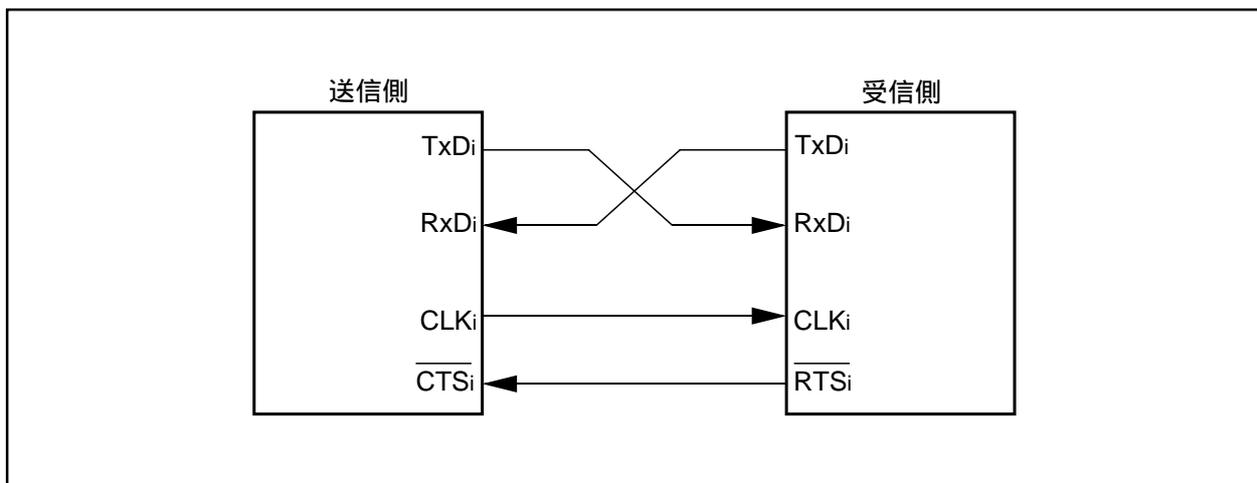

図2.3.11. 結線例
- 送受信 (1) 外部クロック選択時、 $\overline{\text{RTSi}}$ 機能を選択した場合は、受信可能状態になると $\overline{\text{RTSi}}$ 端子の出力レベルが“L”になり、受信が可能になったことを送信側に知らせます。受信が開始されると $\overline{\text{RTSi}}$ 端子の出力レベルは“H”になります。このため、 $\overline{\text{RTSi}}$ 端子を送信側の CTS_i 端子に結線すると、送受信のタイミングを合わせることができます。内部クロック選択時は $\overline{\text{RTSi}}$ 機能は無効です。図2.3.11に結線例を示します。